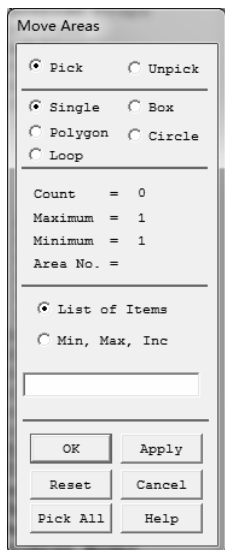
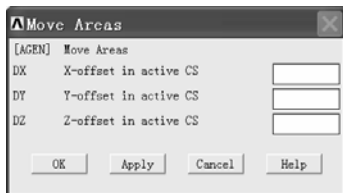

图 2-43 “Move Areas”窗口
图 2-44 另一种“Move Areas”窗口
(4) 单击操作界面左上角处工具条中的“SAVE_DB”按钮（见图 2-43），保存文件。
(5) 依次选择 Main Menu>Preprocessor>Move/Modify>Areas>Areas，弹出“Move Areas”窗口（见图 2-43）。用鼠标左键单击图中右侧的圆，然后单击“OK”按钮弹出另一种“Move Areas”窗口（见图 2-44）。